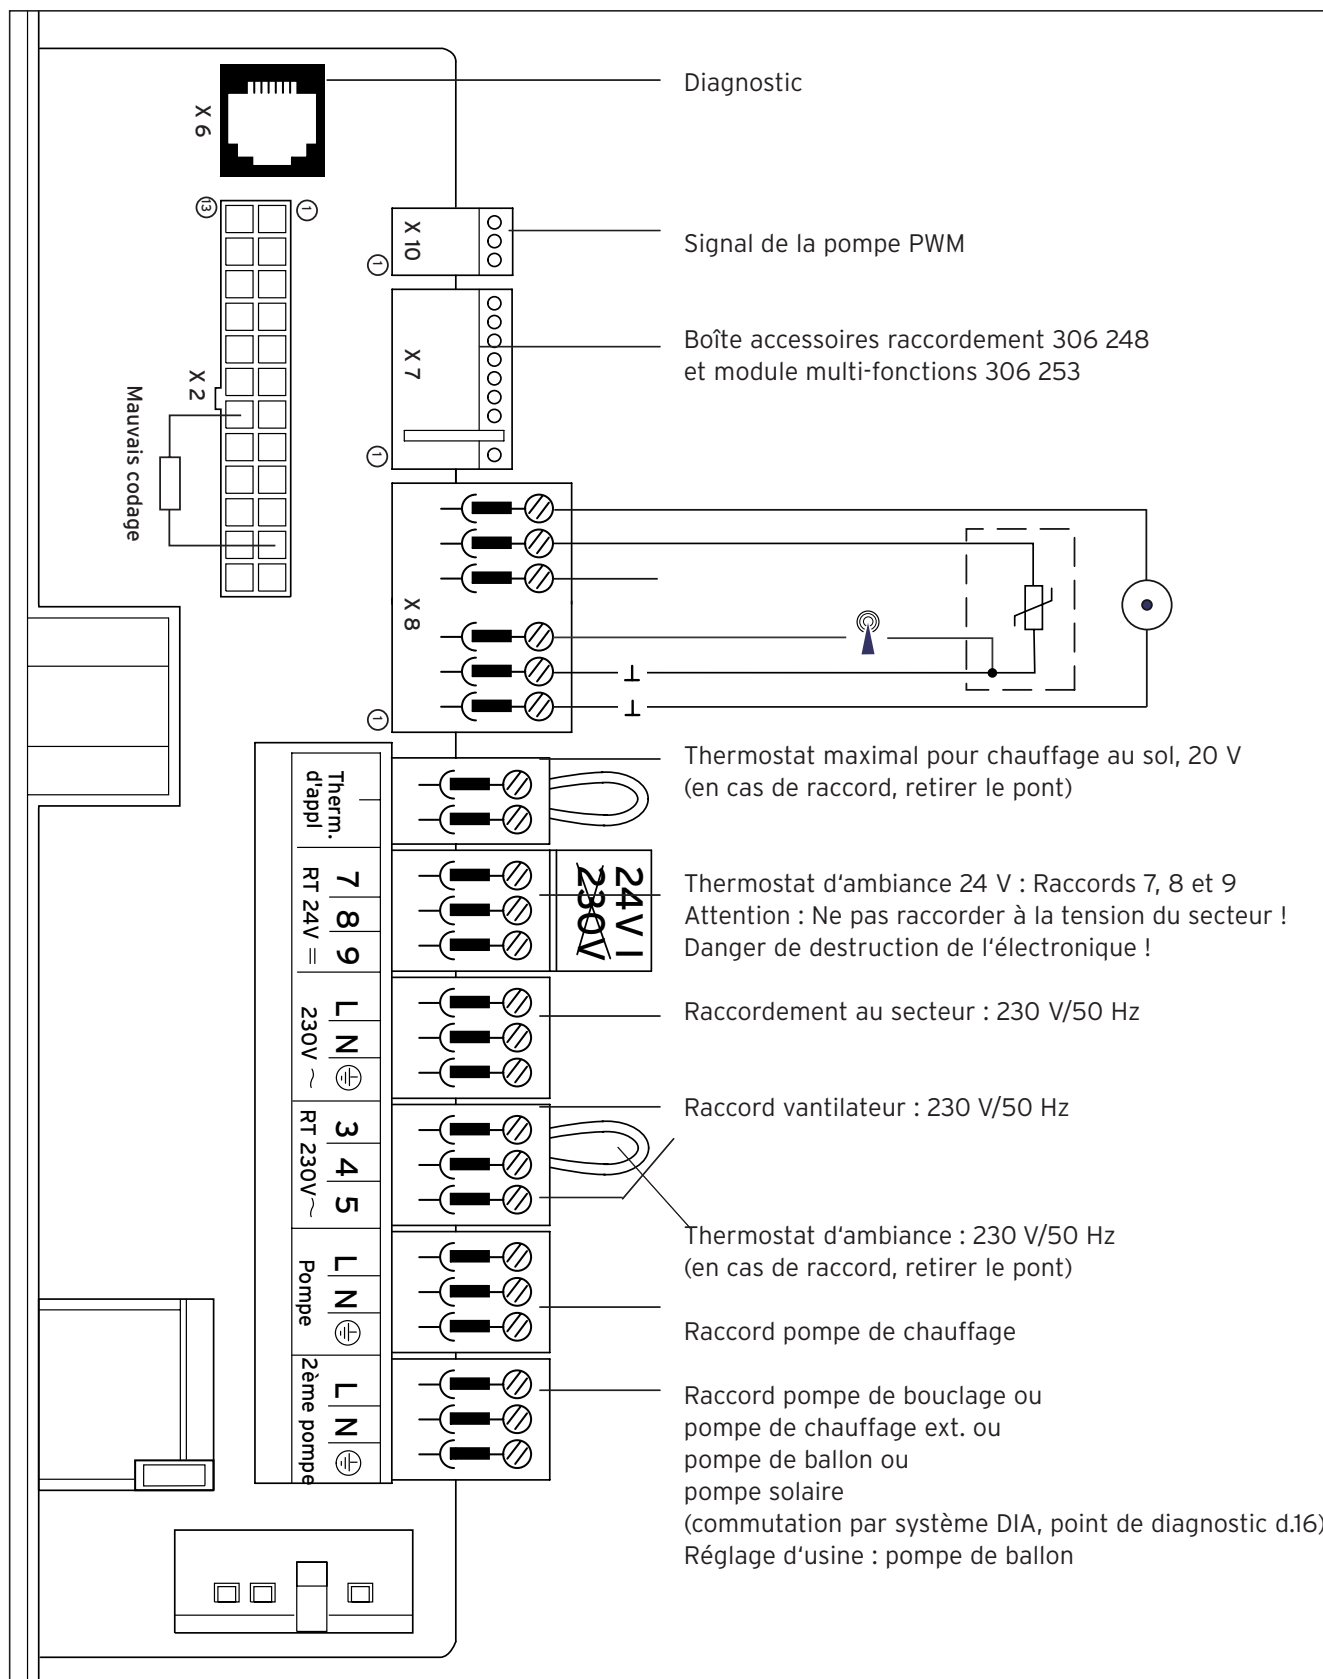

Fig. 4.15 Plan de raccordement ecoTOP VU 466
- Raccordez le câble de raccordement selon la fig. 4.15/4.16 aux bornes Pro E correspondantes ou aux bornes de l'électronique.
- Introduisez ensuite les conduites de raccordement (5) dans la boîte électronique et coupez les conduites à la bonne longueur (voir fig. 4.15).
- Raccordez le câble de raccordement selon la fig. 4.15/ 4.16 aux prises ProE correspondantes ou aux prises de l'électronique.